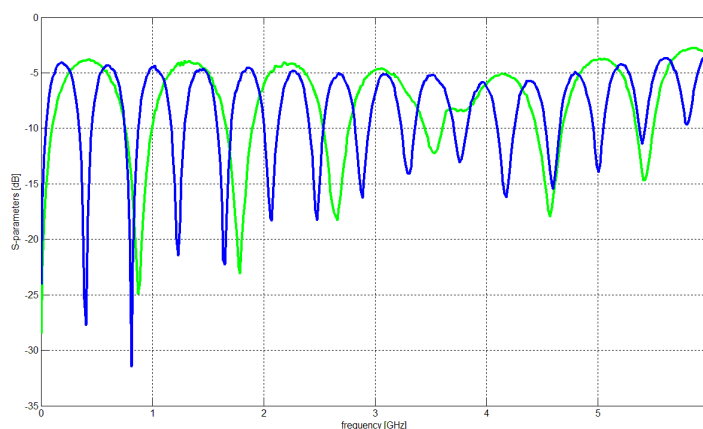

Figura 8: Comparación para líneas de diferente longitud.
2. Grafique en Matlab ó AWR los mismos parámetros de dispersión para las dos líneas seleccionadas. Por ejemplo, en la figura 8 se muestra el gráfico de los parámetros S_{21} de dos líneas cortas: de $Z_0=25 \Omega$ (azul) y la de $Z_0=100 \Omega$ (verde). Para este paso, utilice la función “Sparameters_Graph” ó “Sparameters_Graph_AWR” (Opcional) ó AWR. Anote sus observaciones para su posterior análisis.